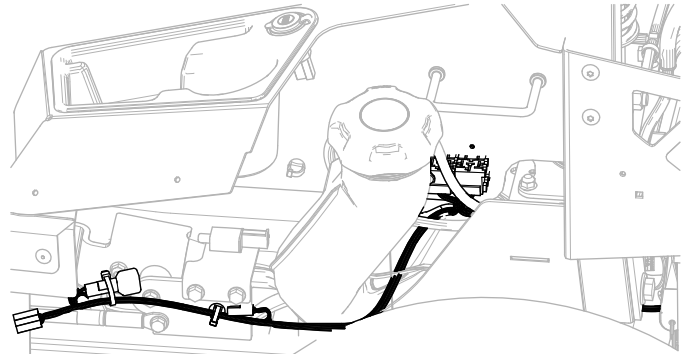

Figure 12
2. Faites passer le faisceau (Figure 12) le long du côté gauche du cadre et à travers le clip enfichable que vous avez installé à l'opération 1.